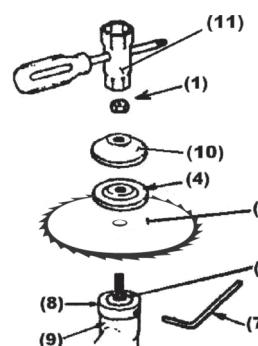

Рис. 6
##### 5.4. Установка дискового ножа (рис.6)
1. Установите на выходной вал редуктора (2) внутренний, а затем прижимной фланец (см. рис.6).
2. Зафиксируйте вал от проворота с помощью ключа (11) (см. рис.6), закрутите кассету с леской (3) против часовой стрелки до упора.